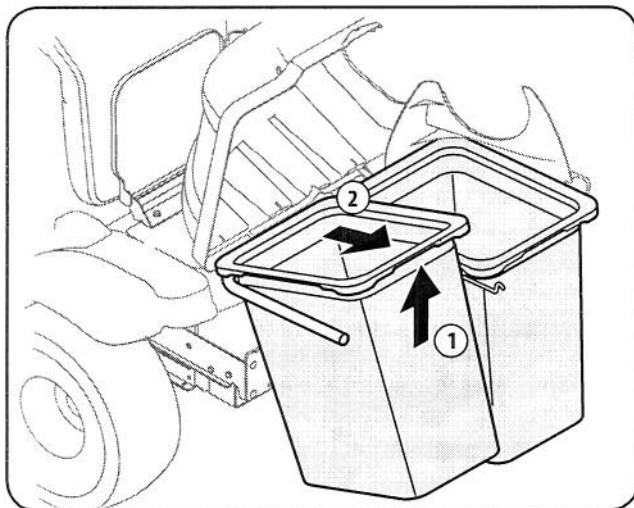

Figure 5-2
3. Retire el césped mediante el levantamiento de estas bolsas de hasta (1 en la fig. 5-2) y moviendo las bolsas fuera de la bolsa el apoyo de montaje (2).